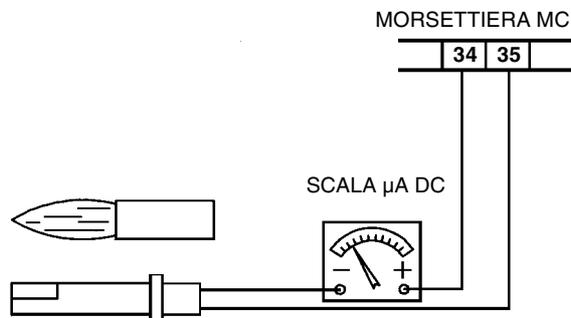

Fig. 23
- esame e pulizia accurata della fotoresistenza rivelazione fiamma, se necessario sostituzione. In caso di dubbio verificare il circuito di rivelazione, dopo aver rimesso in funzione il bruciatore, seguendo lo schema in Fig. 23;
Per misurare il segnale di rivelazione seguire lo schema in Fig. 23. Se il segnale non rientra nei valori indicati, verificare i contatti elettrici, la pulizia della testa di combustione, la posizione della fotoresistenza ed eventualmente sostituirla.